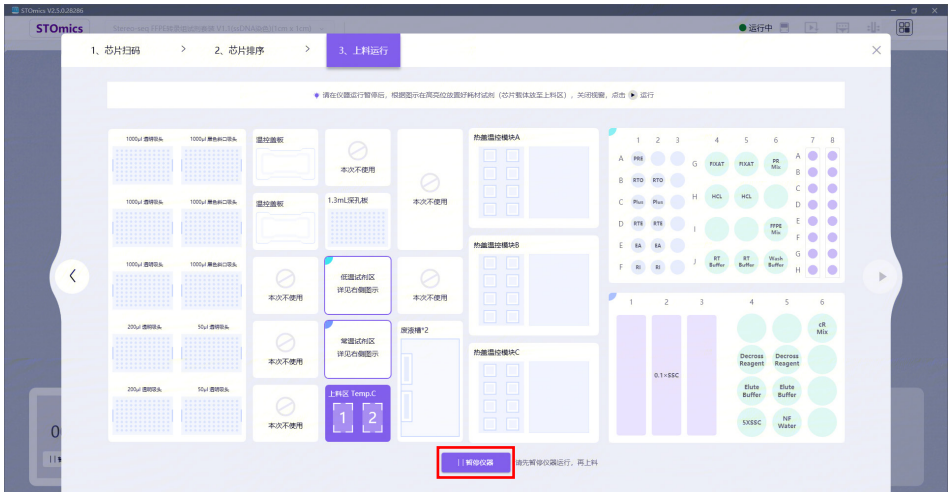
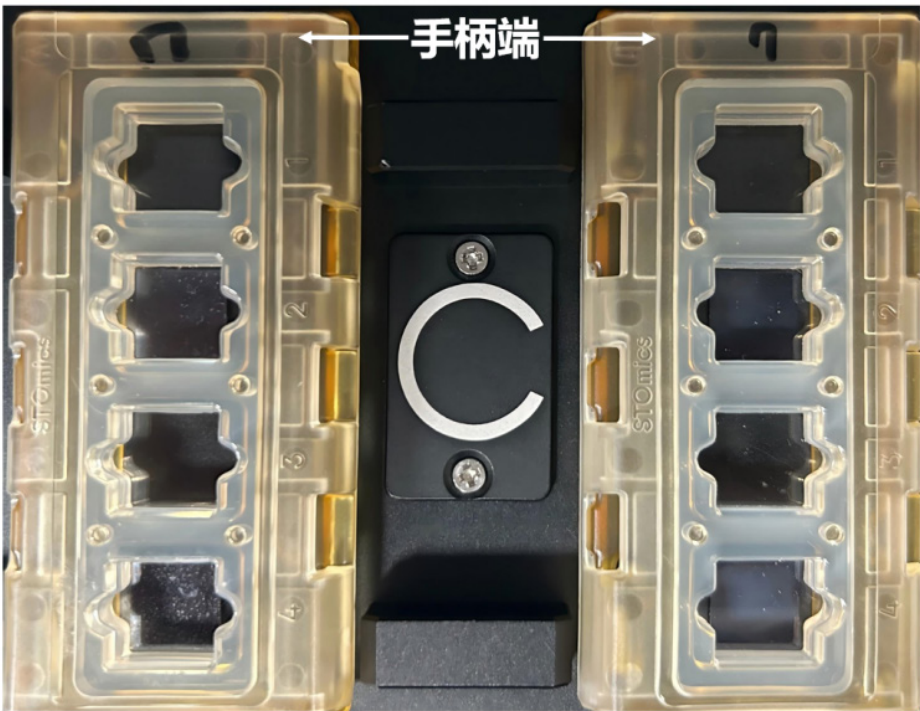

图 3-31 STOmics 软件流程暂停仪器多个上样区界面
图 3-32 上料区 C 上的芯片载具放置示意图
- e. 录入信息确认后，点击下一步按钮，进入如下图所示的上料运行界面，点击页面下方的“暂停仪器”按钮，如图 3-31。打开舱门，将芯片放置在上料区对应位置，如图 3-32，便可关闭舱门；